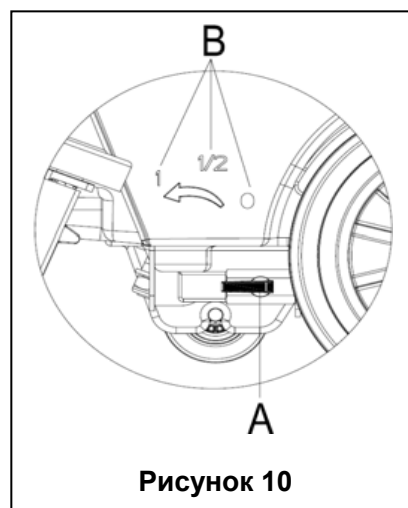

Рисунок 10
Регулирование ручки шарового клапана (А, рисунок 10) должно быть сделано при условии, когда переключатель питания находится (41) в положении «ВЫКЛ».
- Объем подачи воды может быть отрегулирован через ручку шарового клапана (А, рисунок 10) в зависимости от количества воды, фактически необходимого для очистки пола.